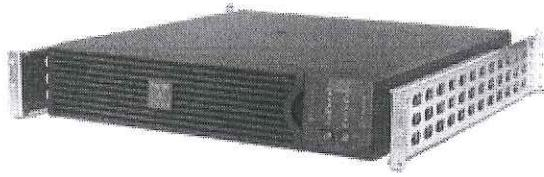

Рисунок 1 - Источник бесперебойного питания
5.3.3 Питание составных частей КСО осуществляется через источники бесперебойного питания (см. рисунок 1), работающие от однофазной дублированной линии сети переменного тока с номинальным напряжением 220 В (фаза-ноль) и частотой 50 Гц. Источники бесперебойного питания содержат аккумуляторные батареи и обеспечивают работу КСО в течение не менее 20 мин при пропадании сетевого напряжения. Подзарядка аккумуляторов в процессе эксплуатации происходит автоматически. Аккумуляторные батареи источников бесперебойного питания, находящихся на хранении, должны подвергаться подзарядке не реже одного раза в 6 месяцев. Подзарядку аккумуляторных батарей производить по методике, изложенной в разделе 10 “Техническое обслуживание”.